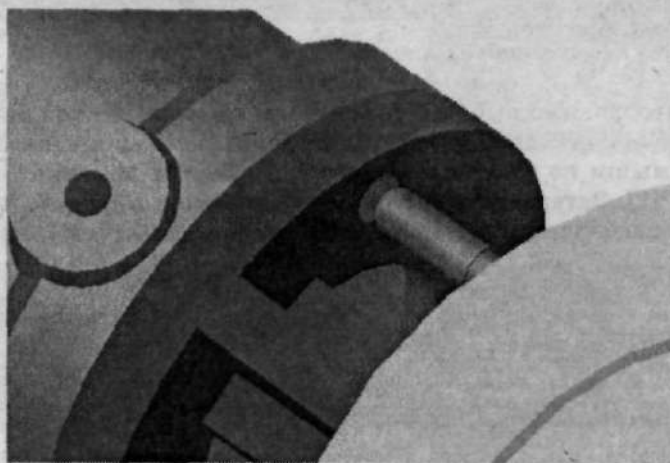

Рис. 3.59. Шпилька добавлена в сборку и позиционирована соосно с отверстием
7. Щелкните по кнопке  (Создать объект), на Панели свойств. Деталь Шпилька добавлена в сборку (рис. 3.59), и заметьте, что выбор элемента базирования работает аналогично команде Соосность. Отличие заключается в том, что в предыдущем материале, касающемся добавления элементов в сборку, такой результат достигался в два этапа (добавление элемента и его сопряжение с уже существующим), а здесь мы это объединяем в один этап.